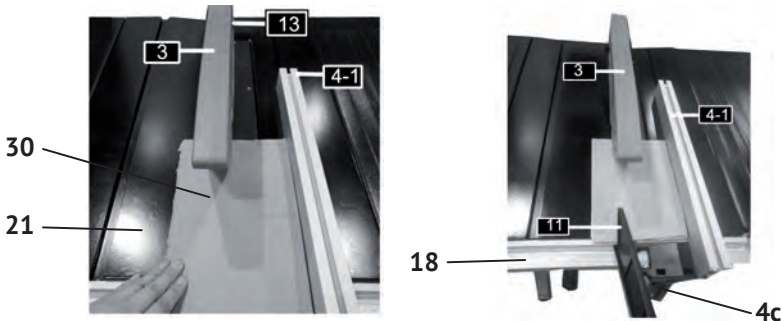

рис.9
### 2.2.1 Прямолинейный (продольный/поперечный) рез (см. рис.9):
- установить на рабочий стол (рис.9 поз.21) пластину параллельного упора (рис.9 поз.4.1), как описано в п.2.1.4 (с учётом толщины и ширины заготовки);
- прижать ровный край заготовки (рис.9 поз.30) к пластине параллельного упора;
- ослабить крепление защитного кожуха (рис.9 поз.3) к расклинивающему ножу (рис.9 поз.13), он должен касаться нижней поверхностью верхней плоскости заготовки;
- при работе с узкими заготовками или при поперечном резе необходимо использовать толкатель (рис.9 поз.11), как показано на рис.9;